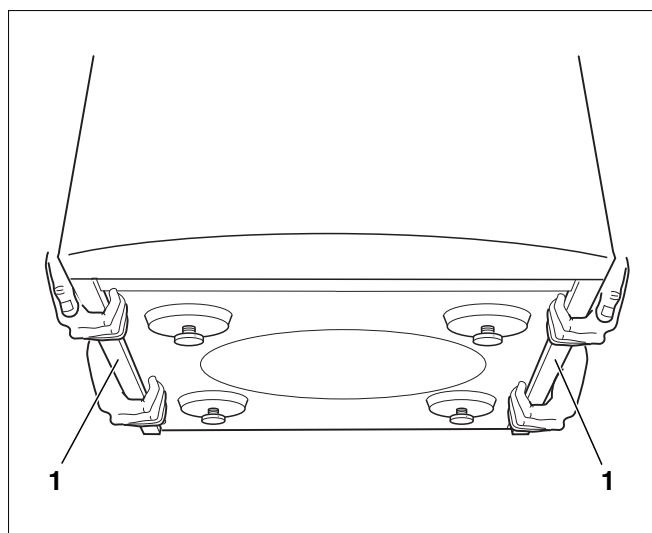

Fig. 4 Soulever le préparateur par les panneaux latéraux
Vous pouvez soulever et transporter le préparateur par les panneaux latéraux (fig. 4, **pos. 1**).